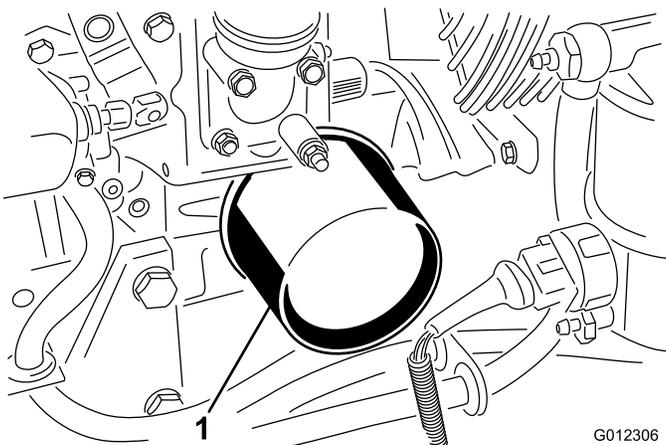

Figura 32
3. Retire el filtro de aceite (Figura 32).